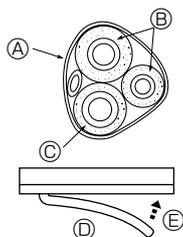

Fig. 5-5
- Oriente a mangueira de drenagem diagonalmente abaixo dos tubos de ligação. (Fig. 5-5)